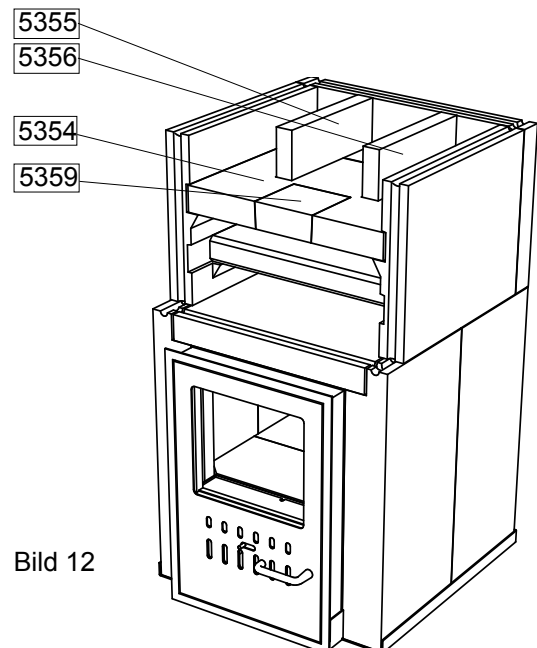

Bild 12
2. Zwischeneindeckung - Bild 12